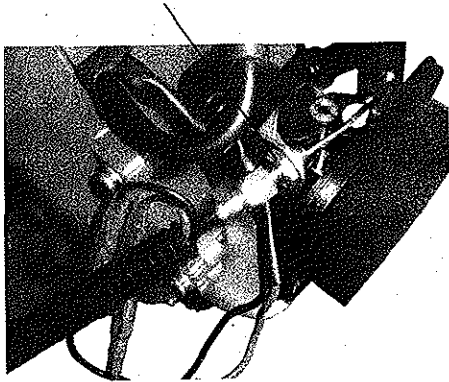

Imagen 9
1. Afloje la tuerca del cable del acelerador que se encuentra cerca del protector del ventilador tal como muestra la Imagen 9.